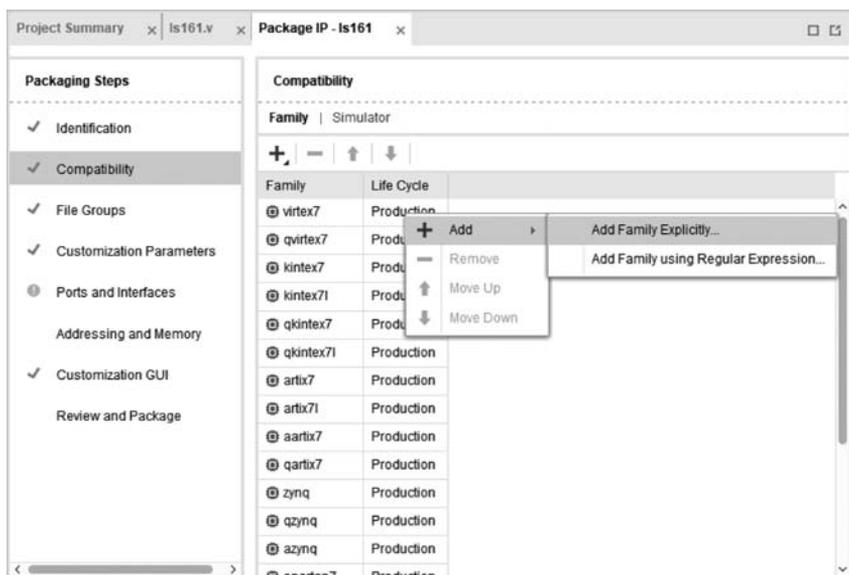

图 3.45 IP 核的 Compatibility 界面
(3) Compatibility 界面显示 IP 核支持的 FPGA 系列,可以继续添加 IP 核支持的 FPGA 器件,单击右侧的加号,选择第一项 Add Family Explicitly...,如图 3.45 所示。